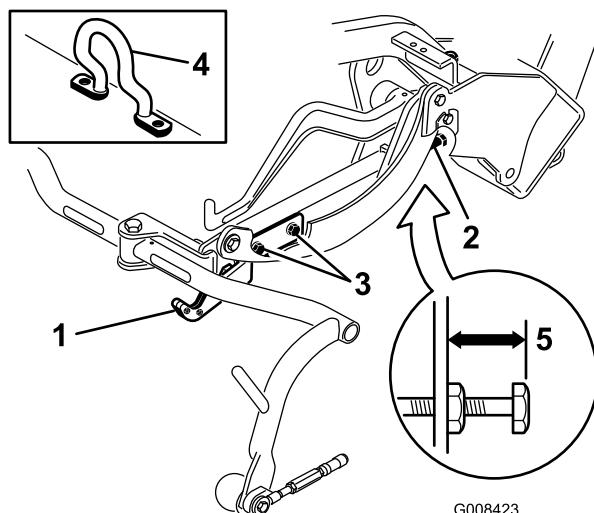
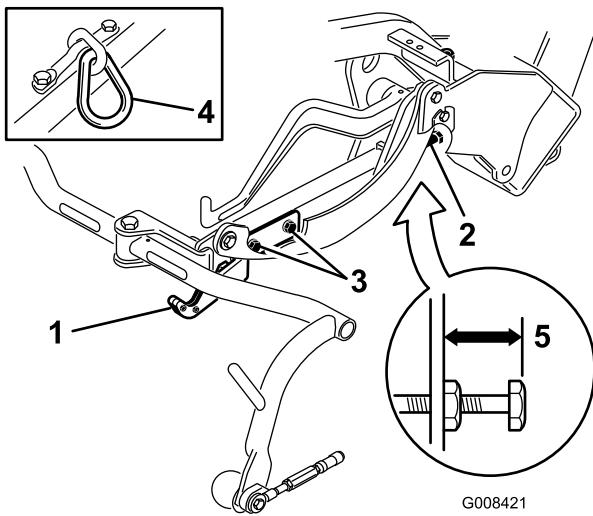
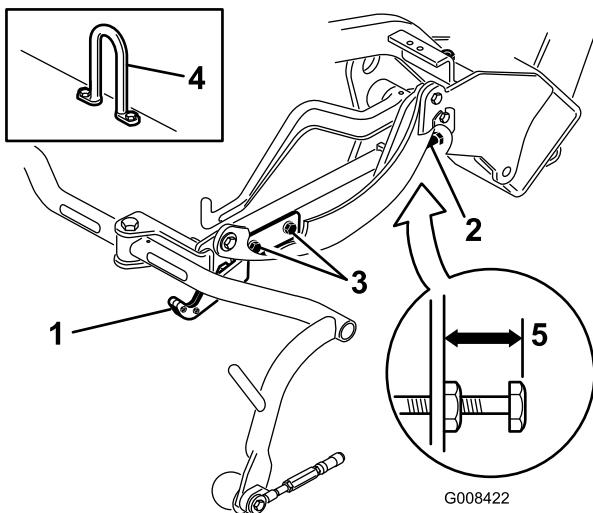

Figura 12
Figura 13
Figura 14
Verifique a altura de transporte (Figura 13 e Figura 14) e ajuste-a, se necessário.
2. Em unidades de corte equipadas com um elo de corrente ou um cilindro de elevação desviado (Figura 12, em destaque) verifique se a distância a partir da parte superior do parafuso de ajuste da estrutura de suporte até à parte posterior da estrutura de suporte é de 25 mm. Se a distância não for de 25 mm, avance para o passo 4.
3. Em unidades de corte equipadas com um elo de corrente ou um cilindro de elevação recto (Figura 13 e Figura 14, em destaque) verifique se a distância a partir
da parte superior do parafuso de ajuste da estrutura de suporte até à parte posterior da estrutura de suporte é de 22 mm. Se a distância não for de 22 mm, passe ao passo 4. Se a unidade de corte estiver equipada com uma articulação de elevação desviada (Figura 12), avance para o passo seguinte.
4. Desaperte os parafusos de montagem da placa de transporte (Figura 13, Figura 14 e Figura 12).
7. Se as estruturas de suporte não estiverem à mesma altura, desaperte a porca de bloqueio no parafuso de ajuste da estrutura de suporte (Figura 12, Figura 13 e Figura 14). Rode o parafuso para fora para elevar e para dentro para descer. Aperte a porca de bloqueio depois de alcançar a altura adequada.